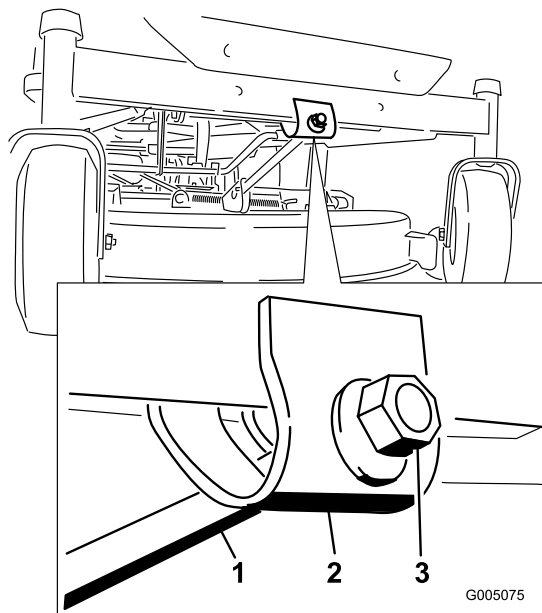

Figure 52
6. Pour régler l'inclinaison avant/arrière des lames, tournez l'écrou de réglage à l'avant du plateau de coupe (Figure 52).